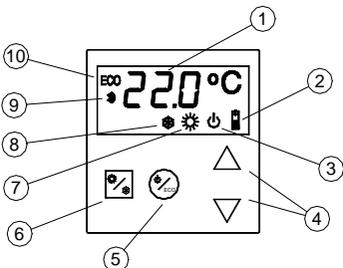

Fig. 1: Termostato MASTER / SLAVE
**Iniciar el sistema:** Se debe conectar y desconectar el sistema de zonificación por el **termostato MASTER (Fig.1)**, que normalmente está instalado en el recinto más concurrido.
1. Pulsar la tecla ON/OFF (5)
2. Seleccionar el modo de funcionamiento (FRÍO / CALOR) (6)
3. Seleccionar la temperatura de consigna. (4)
**Démarrer le système:** Il faut connecter et déconnecter le système de zonification avec le **thermostat MASTER (Fig.1)**, qui est installé normalement dans la pièce principale.
1. Appuyer sur la touche ON/OFF (5)
2. Sélectionner le mode de fonctionnement (FROID / CHAUD) (6).
3. Sélectionner la température de consigne. (4)
**Iniziare il sistema:** Si connette e disconnette il sistema di zonificazione dal **termostato MASTER (Fig.1)**, che normalmente è installato nel locale più frequentato.
1. Premere il pulsante ON/OFF (5)
2. Selezionare il modo di funzionamento (FREDDO/CALDO) (6)